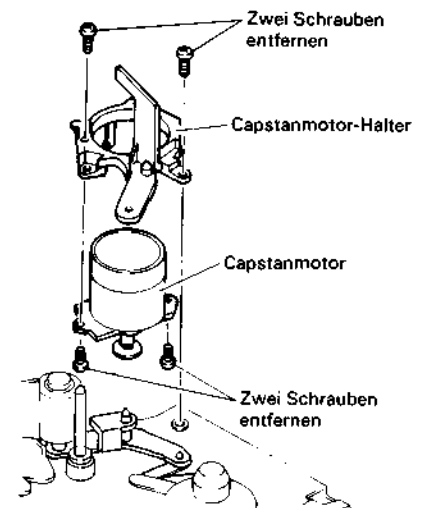

Abb. 2.74 Ausbau des Capstanmotors
6. Die zwei (2) Befestigungsschrauben des Capstanmotor-Halters lösen (siehe Abb. 2.74).
7. Die zwei (2) Befestigungsschrauben des Capstanmotors lösen.